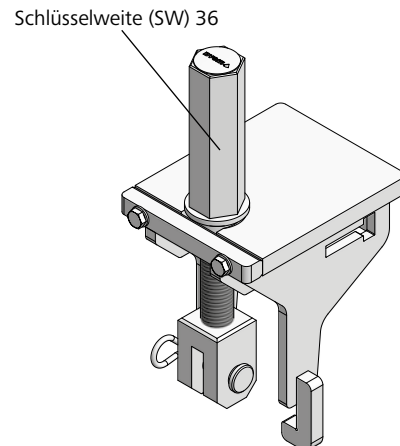

Abb. 51.2
Die Ein- und Ausschalhilfe (Abb. 51.2) ermöglicht zusätzlich das Zurückschrauben der Ausschalecke in die Ausgangsposition. Die Bedienung kann mit elektrischem Schrauber, Ratschenschlüssel oder Schraubenschlüssel erfolgen. Es sind Werkzeuge mit der Schlüsselweite (SW) 36 zu verwenden.